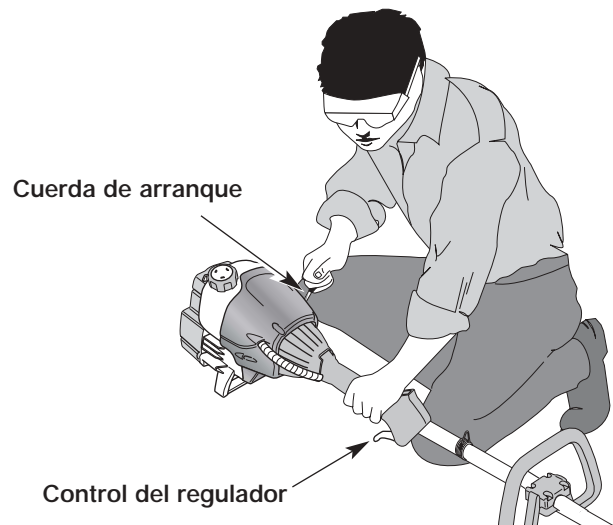

Fig. 8
**ADVERTENCIA:** Evite los arranques accidentales. Colóquese en posición de inicio cuando tire de la cuerda de arranque (Fig. 8). El operador y la unidad deben estar en una posición estable al arrancar la unidad para evitar graves lesiones personales.
5. Con la unidad en la posición de arranque (Fig. 8). **NO APRIETE EL CONTROL DE ACELERACIÓN**, hale la cuerda de arranque con fuerza 5 veces, la palanca EZ-Start™ debe estar hacia la izquierda. Si la unidad empieza a funcionar antes de la quinta tirada de la cuerda, avance hacia el Paso 6. Si el motor no comienza, regrese al Paso 3.
1. Saque la mano del control del regulador (Fig. 8). Deje enfriar el motor en mínima.
Para recortar bordes mientras usa el accesorio de corte de cabeza de línea con modelos EZ-Link™, trabe el botón de desconexión en el **orificio lateral de 90°** o en el **orificio lateral de 180°** (Fig. 8).